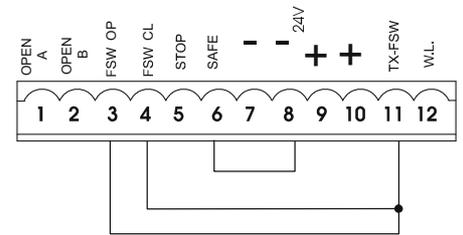

Fig. 26
**N.B. Si on n'utilise aucun dispositif de sécurité, ponter les bornes d'après la fig. 26.**
**Nota bene:** Si on ne connecte aucun dispositif de sécurité en ouverture, pointer les entrées FSW OP et -TX FSW (fig. 26).
**Nota bene:** Si on ne connecte aucun dispositif de sécurité en fermeture, pointer les bornes FSW CL et -TX FSW (fig. 26).
**Nota bene:** Si les dispositifs de sécurité bord ne sont pas connectés, pointer les entrées SAFE et - (fig. 26).